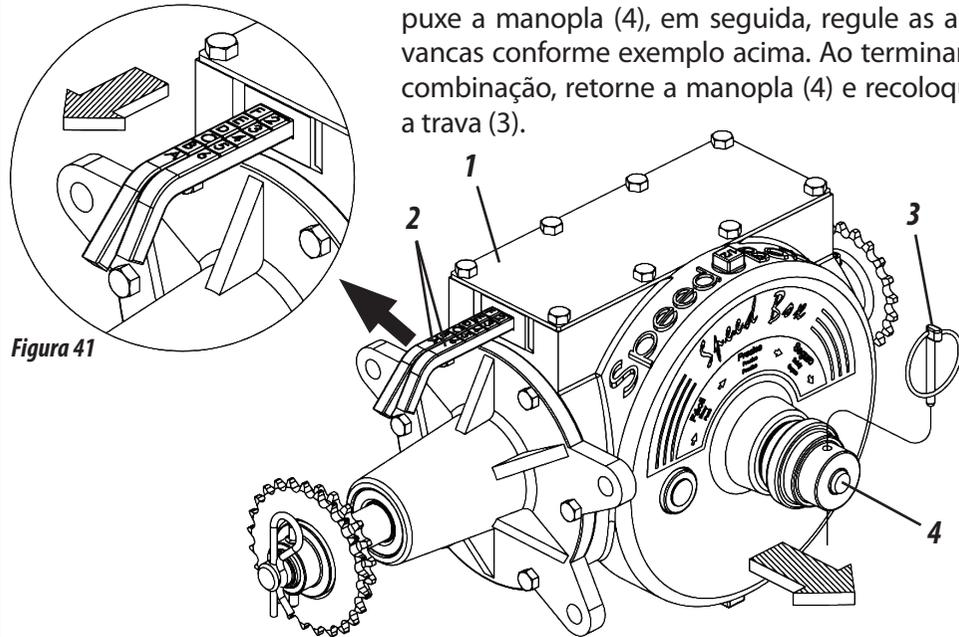

Figura 41
SPEED BOX (FIGURA 41)
- 1- Selecione a quantidade desejada nas tabelas e verifique a combinação correspondente nas alavancas (2). **Exemplo:** Posição **F2** na tabela, indica que a alavanca com letras deve estar na posição **"F"** e a alavanca com números deve estar na posição **"2"**, conforme mostra a figura 41
- 2- Para movimentar as alavancas, retire a trava (3), puxe a manopla (4), em seguida, regule as alavancas conforme exemplo acima. Ao terminar a combinação, retorne a manopla (4) e recoloca a trava (3).